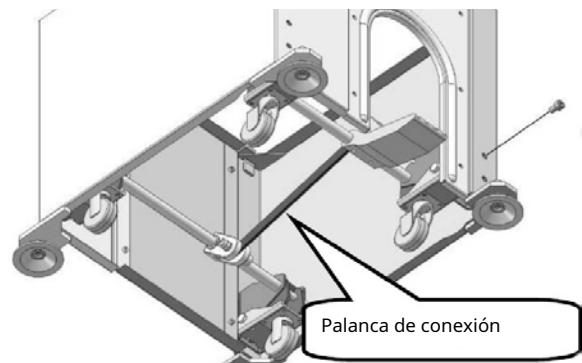

Fig.9: Montaje del soporte de las ruedas
Paso 5: Monte los soportes de las ruedas delanteras y traseras en el base de la máquina (Fig.9).
Paso 6: atornille los soportes de las ruedas delanteras y traseras juntos utilizando la biela (Fig.9).